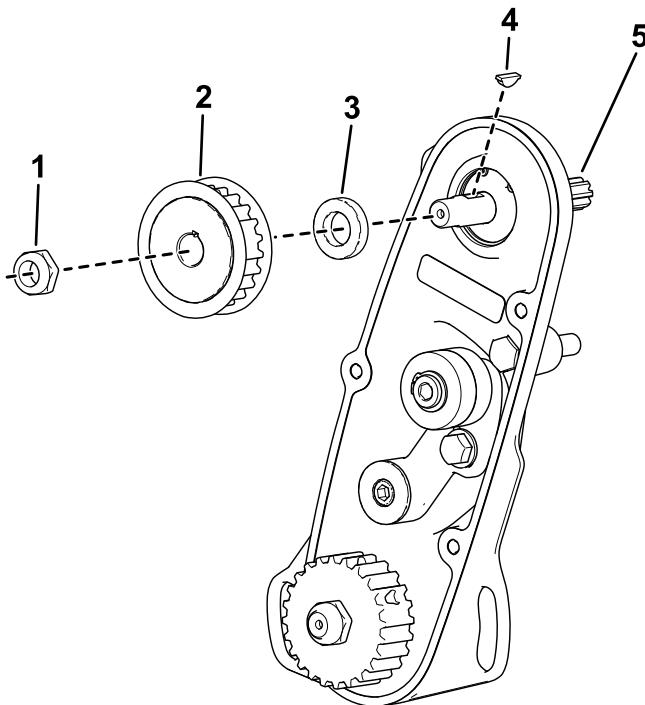

Figura 5
- Remova a porca, polia, espaçador e chave (Figura 5).
- G. Remova o veio da transmissão do cilindro existente (Figura 5).